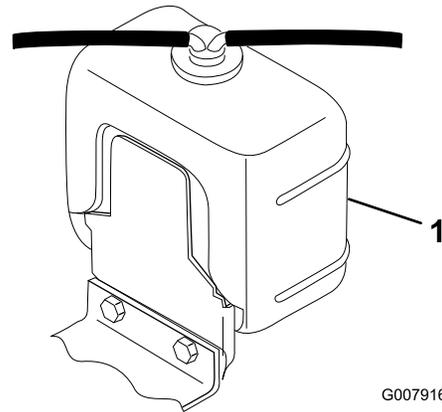

Bild 33
1. Schrauben Sie den Kühlerdeckel und den Deckel vom Ausdehnungsgefäß vorsichtig ab (Bild 33).
2. Prüfen Sie den Stand des Kühlmittels im Kühler und im Ausdehnungsgefäß (Bild 33).